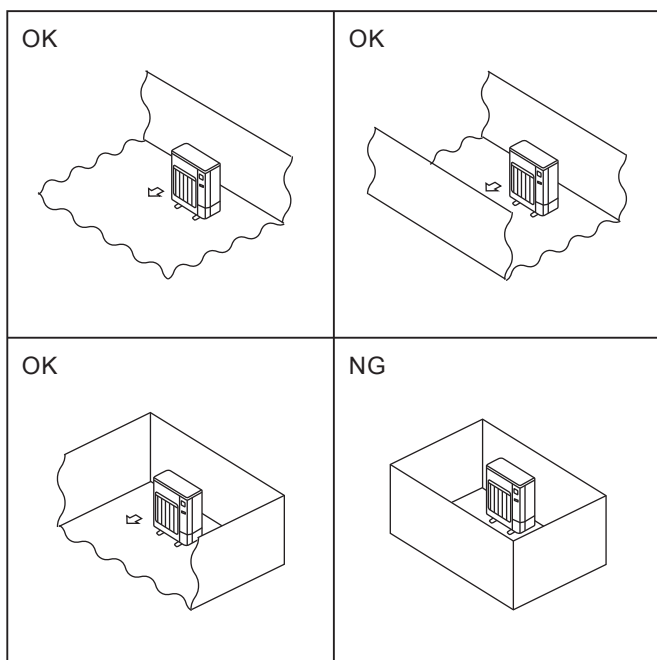

Fig. 2-2
- Ⓒ Installera utomhusenheter på en tillräckligt stor plats där minst en av de fyra sidorna är öppen och det inte finns några nedsänkningar. (Fig. 2-2)